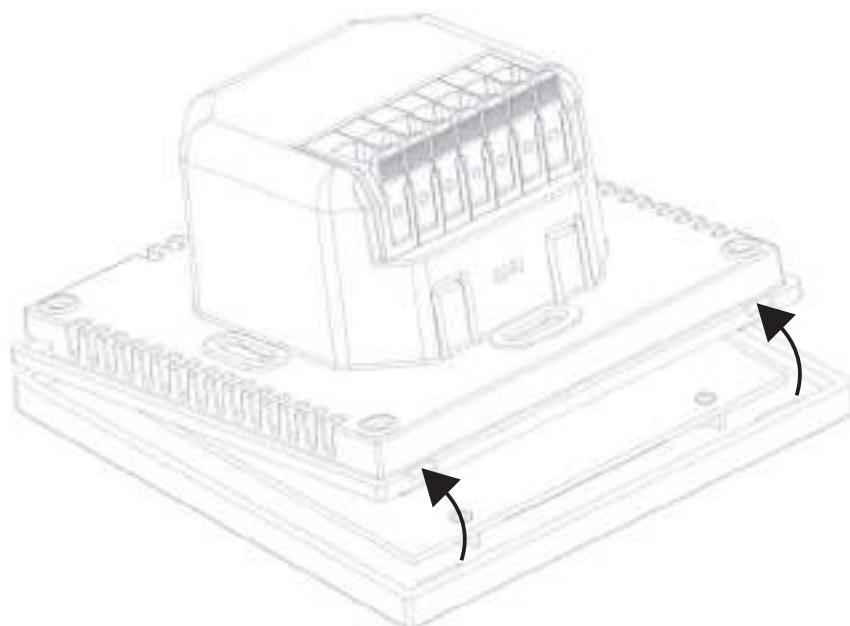

Рис. 3 Отсоединение лицевой части
2. После срабатывания защелок отсоедините лицевую часть терморегулятора (рис. 3).